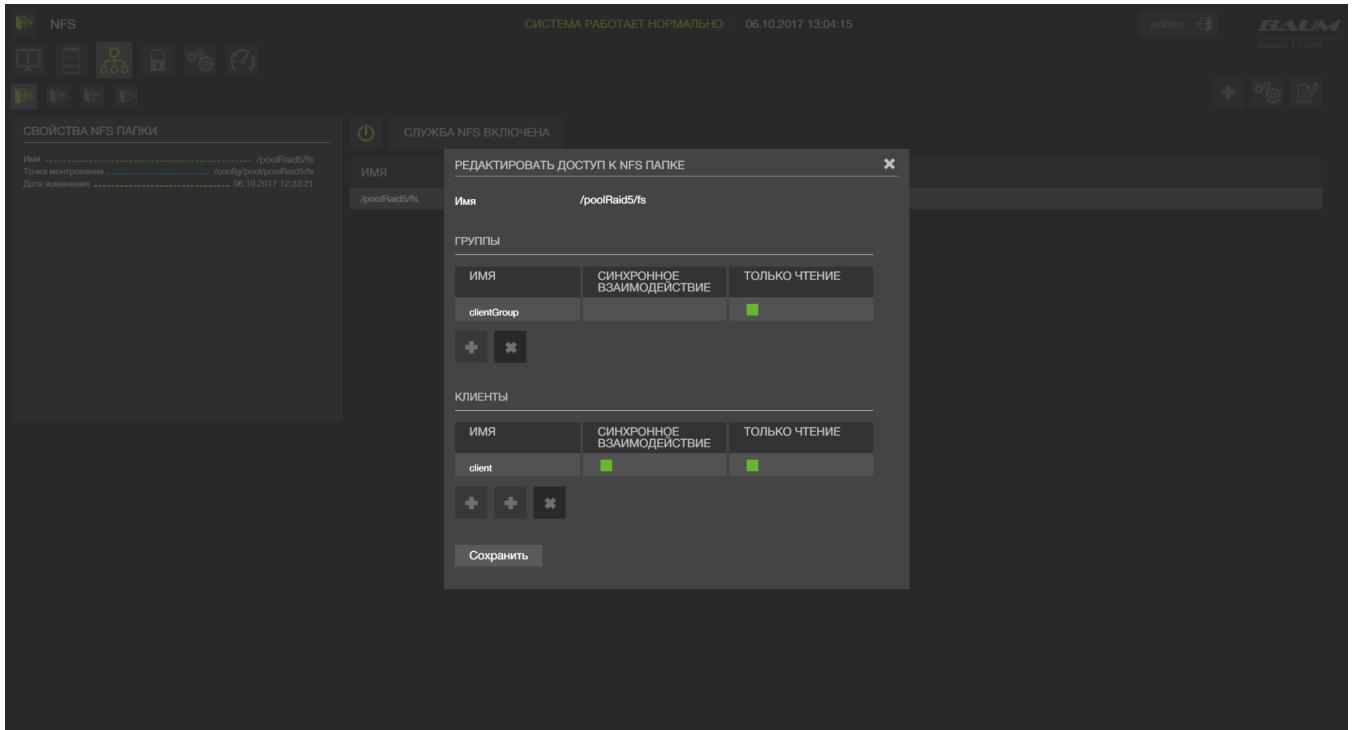

Рисунок 59 – Клиент и группа добавлены к NFS папке
- 7) Нажать на кнопку «Добавить», имя клиента или имя группы появится в таблице «Клиенты» или «Группы» соответственно (см. Рисунок 59)
- 3) Нажать на кнопку «Редактировать доступ» в правом верхнем углу (см. Рисунок 59)
- 5) Нажать на кнопку «Удалить клиента» или «Удалить группу» для удаления из таблицы клиента или группы соответственно (см. Рисунок 59)